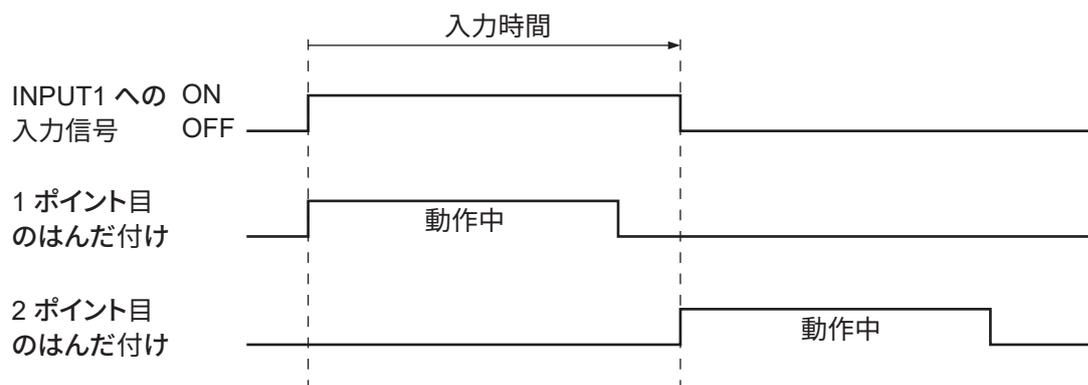

図 7-104
- (1) 外部機器から INPUT1 への入力信号が ON になった時、1 ポイント目のはんだ付けが実行されます。
(2) 1 ポイント目のはんだ付けが終了した状態で、外部機器から INPUT1 への入力信号が OFF になった時、2 ポイント目のはんだ付けが実行されます。(図 7-104 参照)